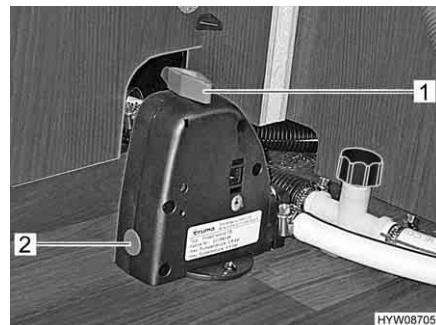

Fig. 87 Valvola di sicurezza/di scarico del boiler
Il boiler è dotato di una valvola di sicurezza/di scarico (Fig. 87). La valvola di sicurezza/di scarico impedisce che l'acqua congeli nel boiler in presenza di basse temperature esterne, quando il riscaldamento dell'autocaravan non è acceso.
- Chiudere la valvola di sicurezza/di scarico. A tal fine ruotare la manopola (Fig. 87,1) verticalmente rispetto alla valvola di sicurezza/di scarico e premere verso l'interno il bottone automatico (Fig. 87,2).
- Aprire la valvola di sicurezza/di scarico. A tal fine ruotare la manopola (Fig. 87,1) nel senso della lunghezza della valvola di sicurezza/di scarico. Il bottone automatico (Fig. 87,2) scatta all'esterno. Il boiler viene svuotato verso l'esterno tramite la valvola di sicurezza/di scarico.